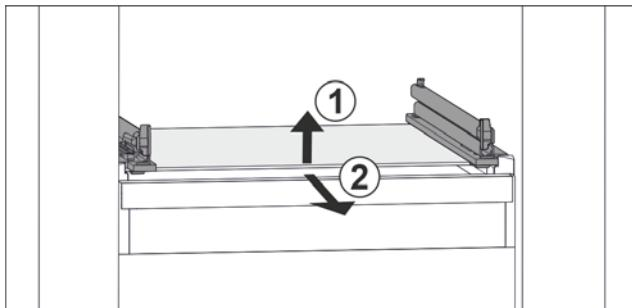

Fig. 65 Примерное отображение стеклянной пластины
- Приподнимите стеклянную пластину спереди. Fig. 65 (1)
- Извлеките стеклянную пластину движением вперед. Fig. 65 (2)